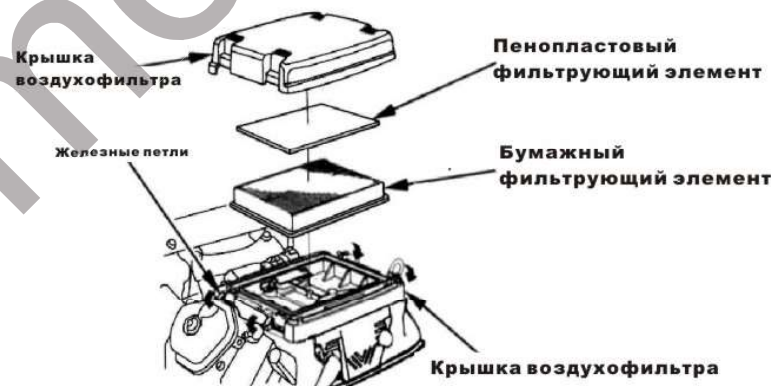

Рис. 22
1. Ослабьте четыре железных петли, снимите крышку воздухофильтра (Рис. 22), внимательно проверьте, не повреждены ли два фильтрующих элемента, если они повреждены, замените их на новые.